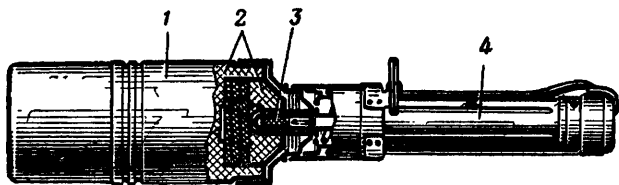

Рис. 10. Устройство ручной противотанковой кумулятивной гранаты РКГ-3:
24. Ручная противотанковая кумулятивная граната РКГ-3 (рис. 10) состоит из корпуса, рукоятки, разрывного заряда и запала.